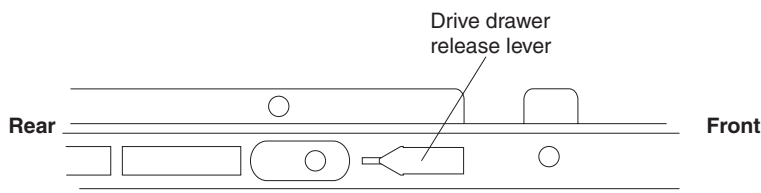

Figura 58. Alavanca de liberação da gaveta de unidade na lateral da gaveta de unidade
- d. Deslize a alavanca de liberação da gaveta de unidade (consulte a Figura 58) em ambos os lados da gaveta de unidade em sua direção e remova a gaveta de unidade do gabinete.